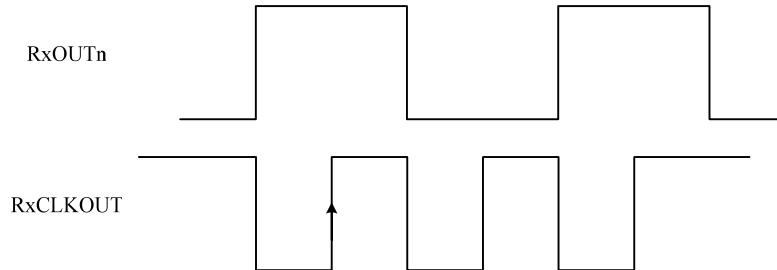

图 5 解码输出时钟与数据采样关系图
2) 输出的 28 bits 并行数据 RXOUTn 与时钟 RXCLKOUT 为同步关系, 如下图 5 所示: